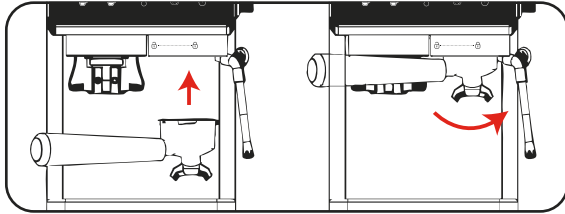

Figura 1
2. Para preparar una o dos tazas de café, agregue aproximadamente 7g o 14g respectivamente de café molido en el filtro. Utilice el rasero de la cuchara medidora para compactar el café. Coloque el conjunto portafiltro + filtro en el cabezal de extracción (ver figura 1) y la taza debajo de dicho conjunto.